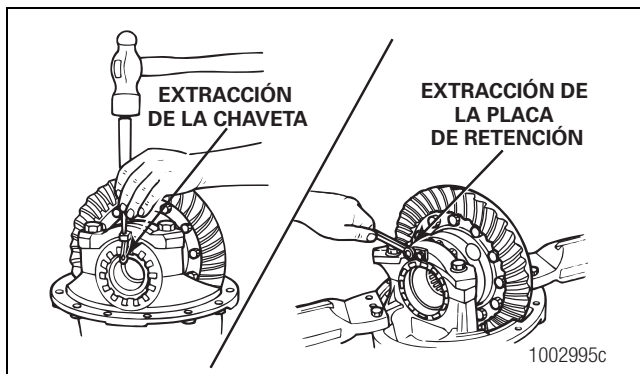

Figura 3.13
5. Retire los tornillos prisioneros, las chavetas, los pasadores cilíndricos o las placas de retención, según esté equipado, que mantienen en posición a los anillos de ajuste de los cojinetes. Use un cincel pequeño y un martillo para quitar los pasadores. Cada placa de retención se mantiene en posición por dos tornillos prisioneros. Figura 3.13.